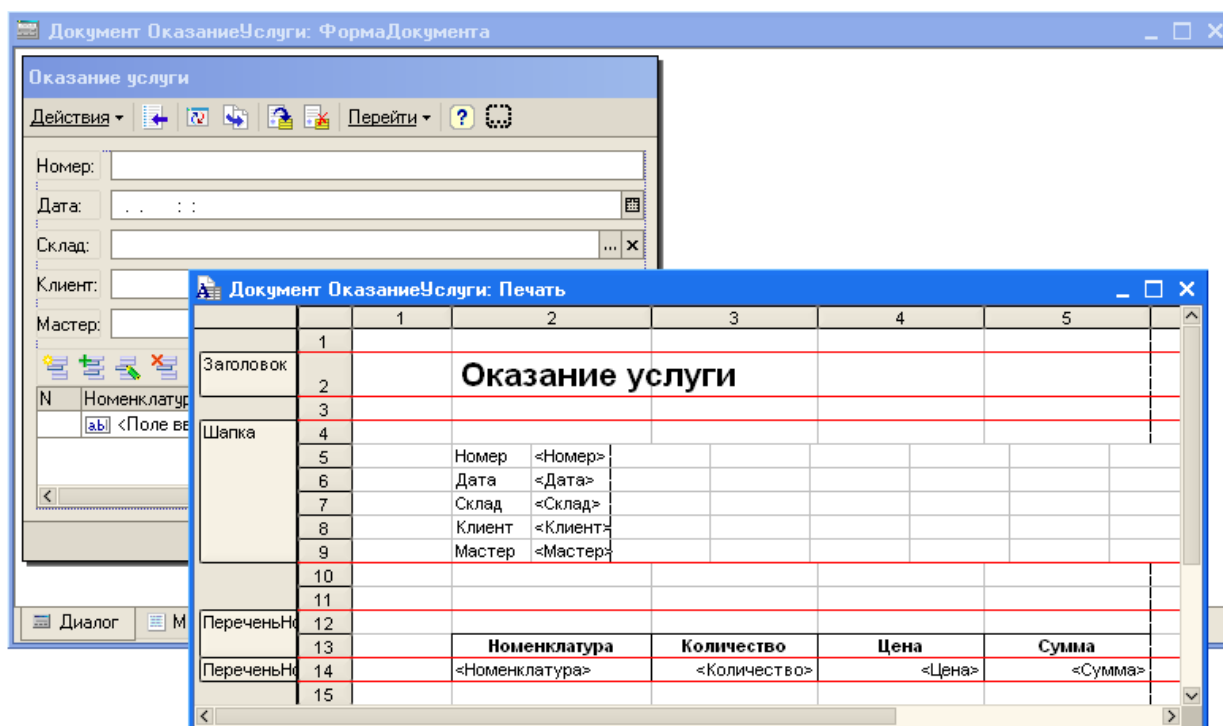

Рис. 2. Макет документа ОказаниеУслуги
- В конфигураторе откроется форма документа и его макет (рис. 2):